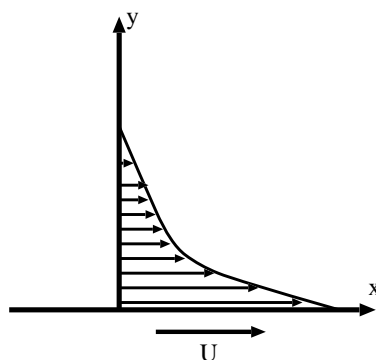

図 7.9: Rayleigh の流れ. 今井 (1973) をもとに作成.
- 無限に広い平板を境界とする半無限に広がる流体を考える (図 7.9).